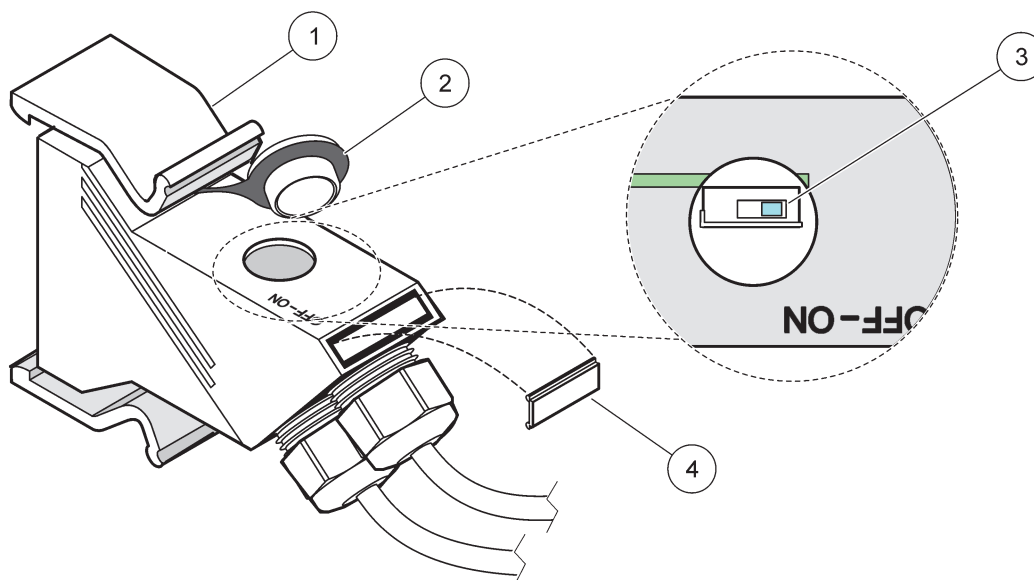

Рисунок 32 Настройка терминатора сети (DIP переключатель в разъеме)
14. Установите терминатор сети на последнем сетевом разъеме в положение ON (Вкл.) (см. Рисунок 32 и Таблица 11).